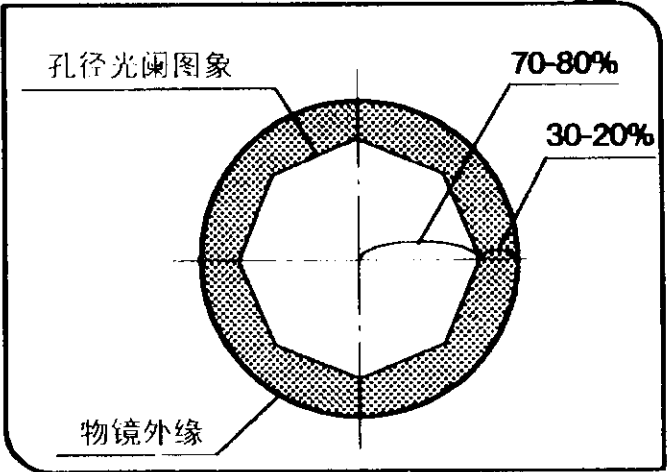
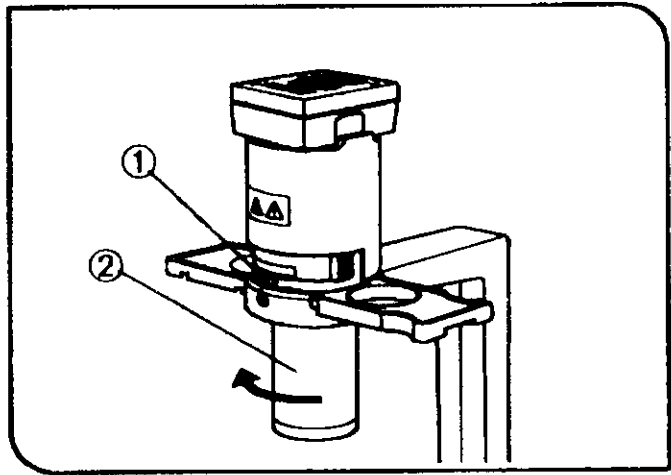

图 36
图 37
(1) 使用孔径光阑 (图 36 和 37)
- 为了检查孔径光阑，请卸下目镜（如果有的话，请装上 U-CT30），从目镜筒中观察，就可以看到如图 36 的孔径光阑。转动孔径光阑杆①就可以调节它的孔径。
- 一般来说，对于染色样品，将孔径光阑调节到物镜数值孔径的 70% 到 80% 时，可能是最佳观察位置。对于不染色的细菌样品，根据需要，将孔径光阑杆向 ② 向转动。
(2) 卸下聚光镜透镜 (图 37)
- ◎ 从上向下看，顺时针方向转动聚光镜底部，卸下聚光镜②后，可以扩展工作距离。然而，照明将会不足。在只能使用较大的培养皿时，可以把这种方法作为一种简易方法。